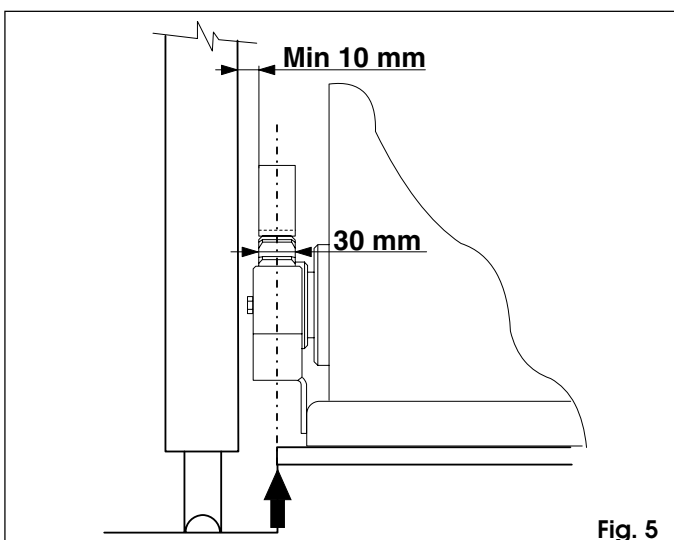
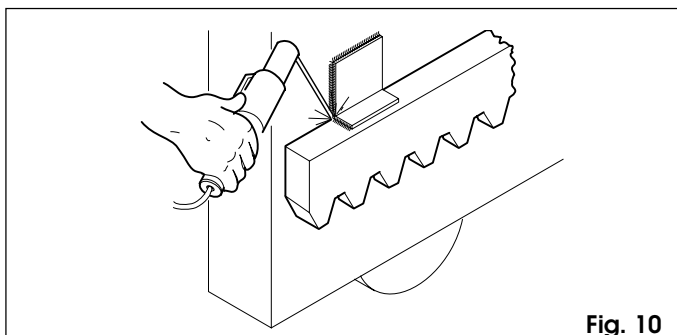

Fig. 5
Fig. 10
Pour les cotes de positionnement, voir fig. 5.
- 3) Ajuster la hauteur des pieds en maintenant soulevé le motoréducteur de la plaque de 1 cm et à une distance du portail comme indiqué fig. 5 et 9.
Important: Pour la fixation de la crémaillère sur le portail, il faut utiliser des supports adaptés au type de portail à motoriser. La fig. 10 montre un exemple de fixation par équerre support. Pour leur positionnement, voir fig. 5 et 9.